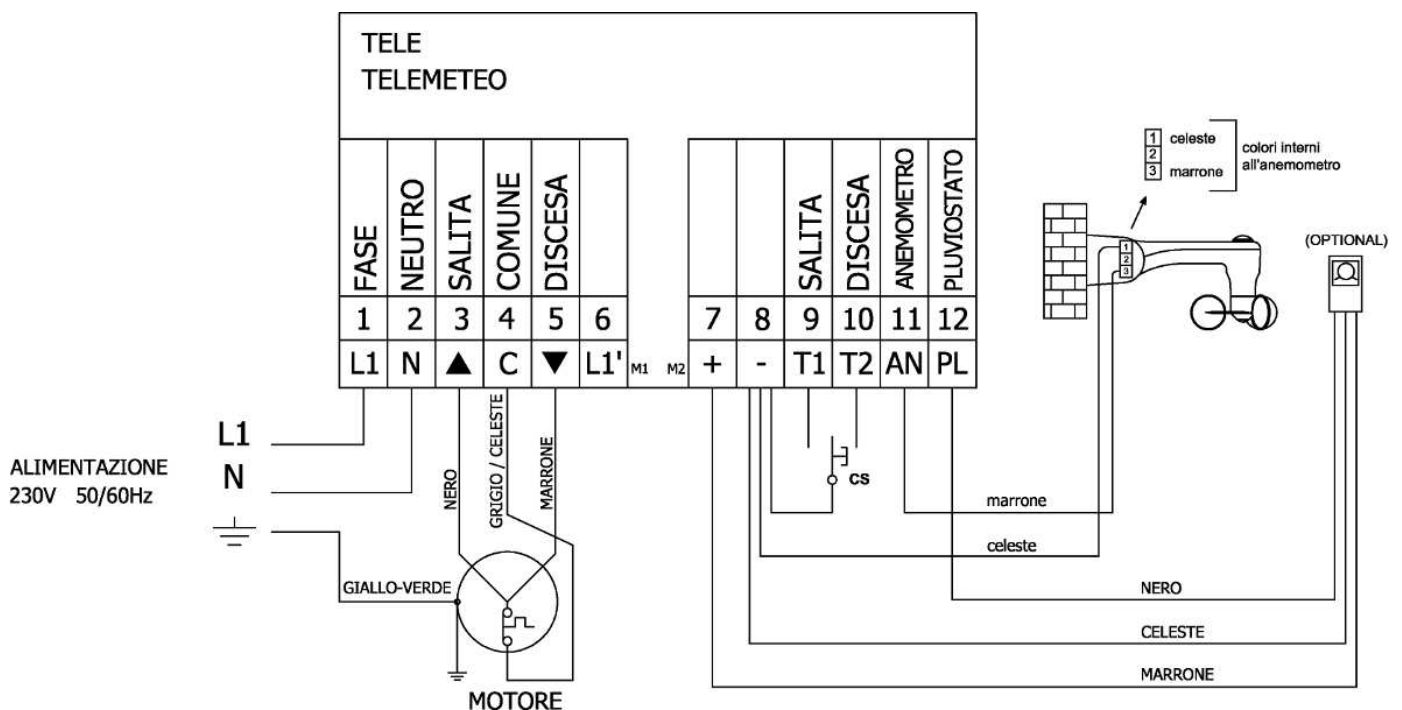

FIG. 2
- Collegare un solo motoriduttore all'apparecchiatura (vedere figure 2 e 6).
- Controllare che il cablaggio rispetti lo schema di collegamento (vedere figure 2 e 6).